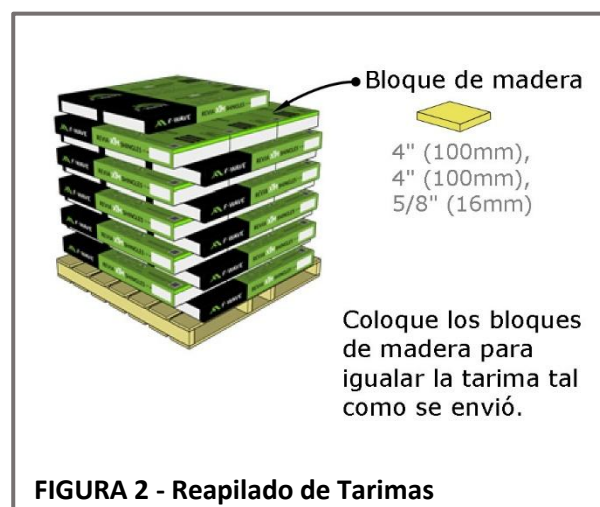

FIGURA 2 - Reapilado de Tarimas
- Al volver a apilar las tarimas, replique la disposición original de la tarima tal como se envió, utilizando una altura de pila segura y estable. Coloque bloques de madera entre las capas de paquetes para que queden planos y las cargas se distribuyan uniformemente a lo largo de cada paquete. Consulte la **Figura 2**.